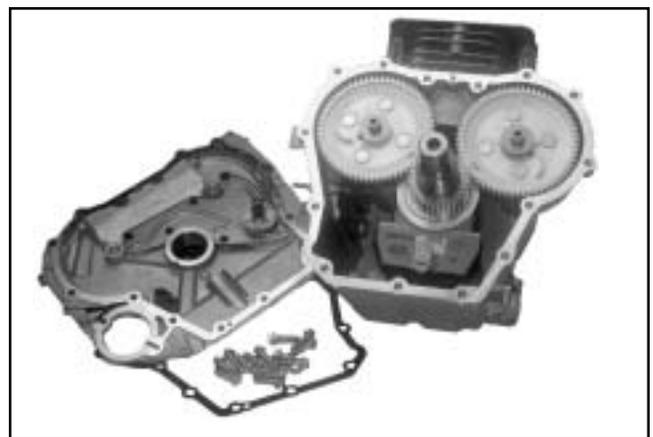

Figura 8-36. Piastra di chiusura e guarnizione rimosse dal carter.
3. Rimuovere il gruppo piastra di chiusura e la guarnizione. Vedere Figura 8-36.